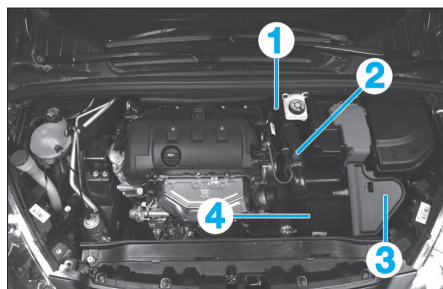

Fig. 37
- la vis (1) (Fig.37),
- le raccord (2),
- le déflecteur (3),
- le résonateur d'admission (4).